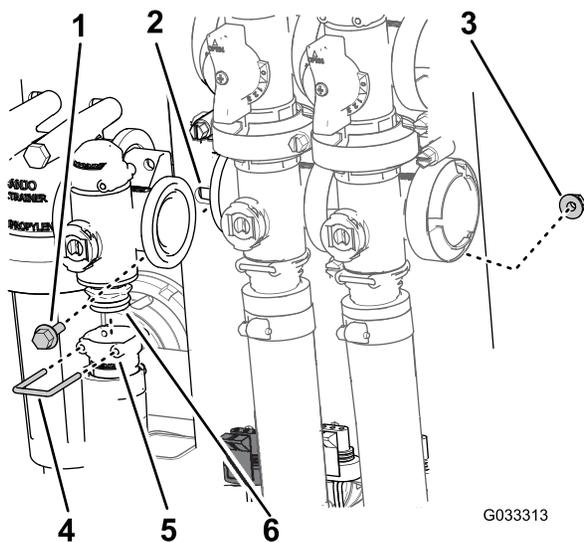

Рисунок 68
2. Снимите держатель, который крепит выпускной штуцер к коллектору клапана управления нормой внесения (Рисунок 68).
3. Выверните 2 болта с фланцевыми головками и 2 фланцевые контргайки, которые крепят клапан управления нормой внесения к опоре крепления клапанов, и снимите коллектор клапана с машины (Рисунок 68).